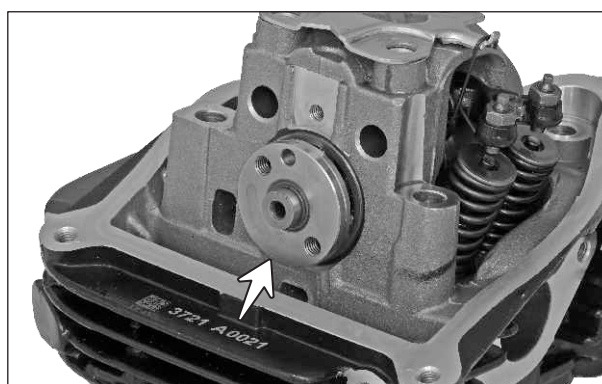

Fig. 3.49
- Retire el eje de levas de la culata. (Fig. 3.49)